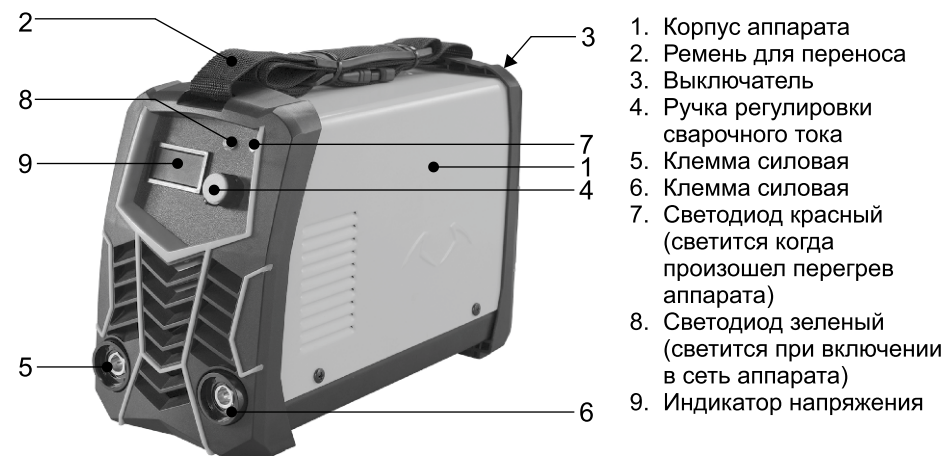

РИС. 1
- Все работы, связанные с заправкой и снятием электрода, производить только при выключенном выключателе 7 (рис. 1).
Общий вид сварочного аппарата «Искра» представлен на рис.1.